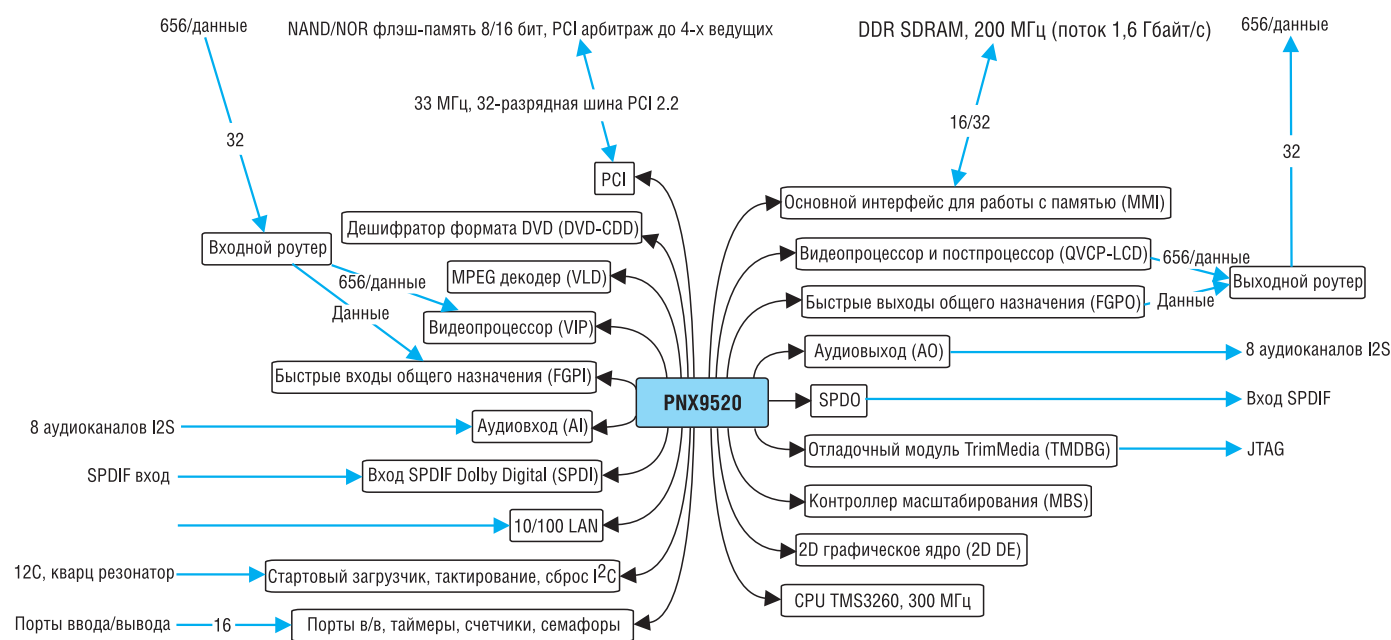

Рис. 1. Внутренняя структурная схема медиапроцессора PNX9520
Ядром медиапроцессора PNХ9520 (рис. 1) является высокопроизводительный 32-битный VLIW-процессор с плавающей запятой TriMedia™ TM3260, ориентированный на программное кодирование/декодирование видео высокого качества, цифровую обработку звука или любого другого высокоскоростного потока данных. По сравнению с поколением PNХ1300, поддерживающим обработку видео с разрешением до 720х480, в PNХ9520 реализована возможность работы с видеоразрешением вплоть до 1280х768, 60i (W-XGA) и 1920х1080, 60i (HD). Также в PNХ9520 (по сравнению